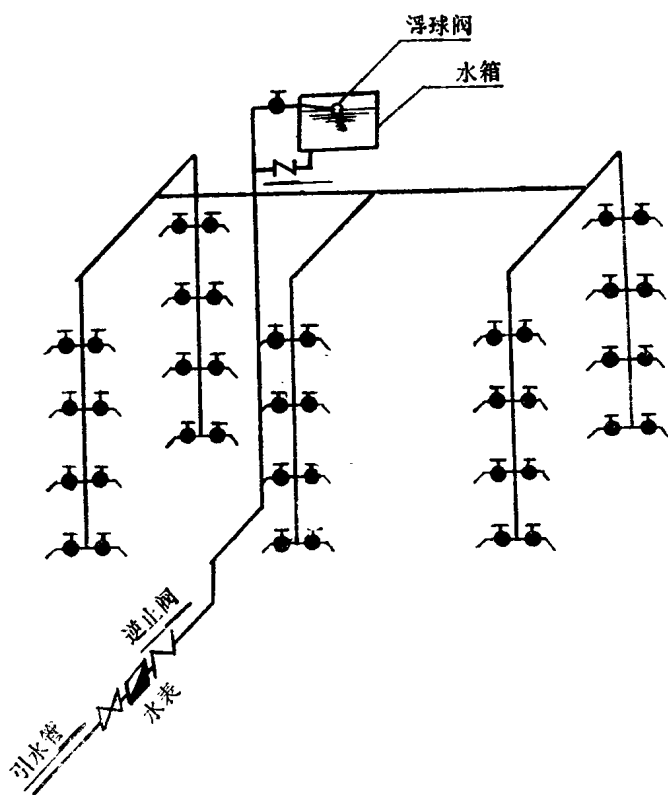

图 3 设有水箱而无加压泵的给水系统
2. 设有水箱而无水泵的给水方式（见图3）这种方式适用于室外管网的水压经常不足（或室内要求有稳定水压）的情况。当室外给水管网水压大时，将水输入高位水箱，储备待用；当室外给水管网压力不足时，水箱的水便通过逆止阀进入立管，以上行下给的形式向室内供水，也可将干管设在下部而形成下行上给的方式供水。